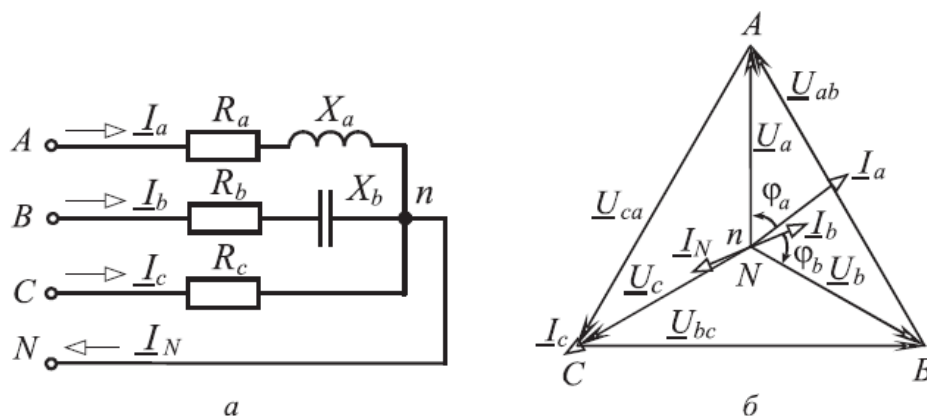

Рис.9.2
**ЗАДАЧА 9.2.** В четырехпроводной трехфазной цепи (рис. 9.2, а)  $R_a = 6$  Ом,  $X_a = 8$  Ом,  $R_b = 12$  Ом,  $X_b = 16$  Ом,  $R_c = 5$  Ом. Линейное напряжение  $U_{л} = 380$  В. Определить токи и мощность цепи.